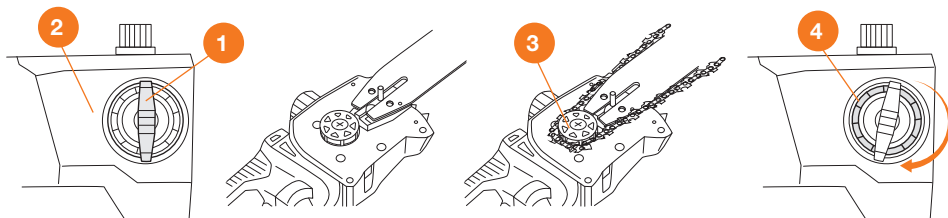

Рис. 5
5. Установите защитную крышку цепного колеса **2** и затяните ее рукой с помощью крепежного винта **1** (Рис. 5). Важно! Не затягивайте полностью крепежный винт до тех пор, пока не отрегулируете натяжение цепи.
6. Ослабьте крепежный винт **1** крышки цепного колеса (Рис. 5).
8. Затяните крепежный винт **1** крышки цепного колеса, придерживая винт натяжения **4**, что бы не сбить регулировку натяжения цепи (Рис. 5).